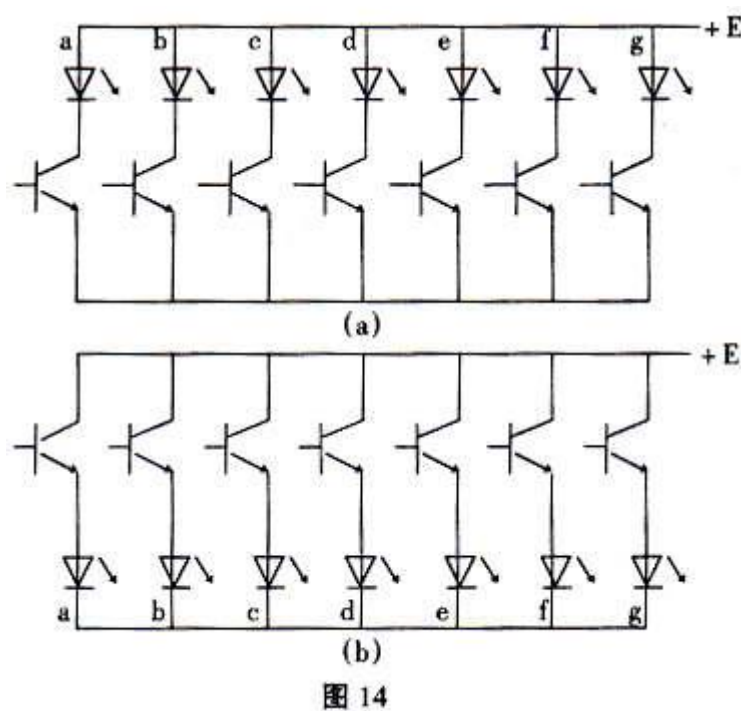

图 14
(1) 如果数码字航局为共阳极形式，那么它的驱动级应为集电极开路 (OC) 结构，如图 14 (a) 所示。
如果数码管为共阴极形式，它的驱动级应为射极输出或源极输出电路，如图 14(b)所示。